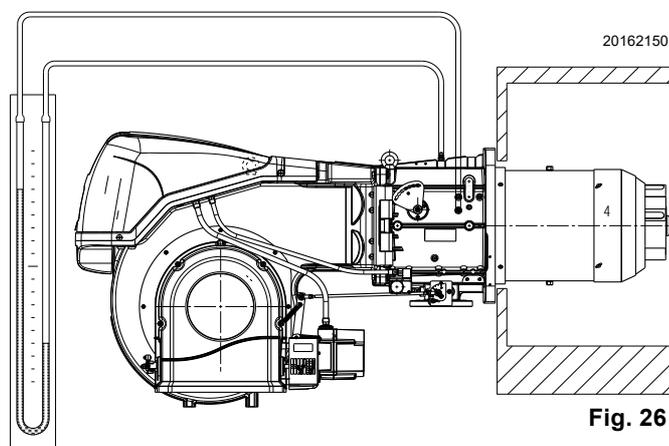

Fig. 26
- Monter un manomètre en U ou un manomètre de type différentiel (Fig. 26), avec prise (+) sur la pression du gaz du manchon et (-) dans la chambre de combustion.
L'arrivée de gaz au manchon est mise en évidence sur le manomètre en U (Fig. 26).
À titre d'orientation, on peut le trouver dans le Tab. J à la page 21, il suffit de lire la pression du gaz sur le manomètre en U, voir Fig. 26 à la page 23, et suivre les indications.